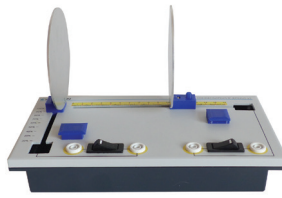

Fig. 2
- Il suffit (voir **Fig. 2**) d'insérer le guide *(2)* dans l'orifice situé en *(4)*, comme un tiroir, et de le faire coulisser dans le rail. De même pour le guide *(14)* : à insérer dans l'orifice situé en *(16)*, en veillant à ce que le fil de connexion soit dirigé vers la droite du guide pour ne pas dépasser de la lumière.